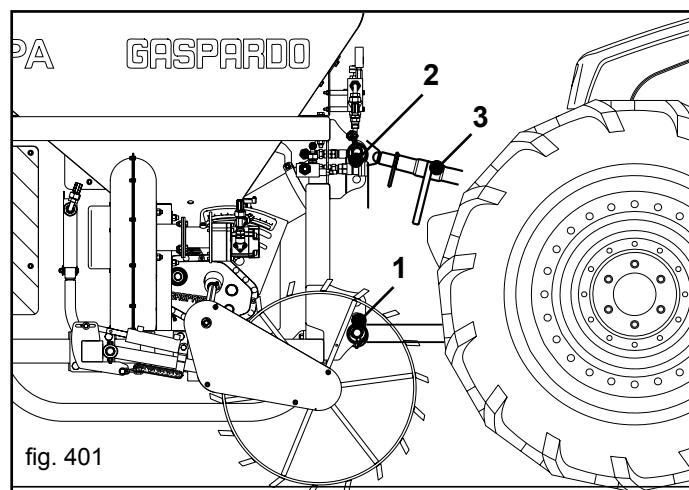
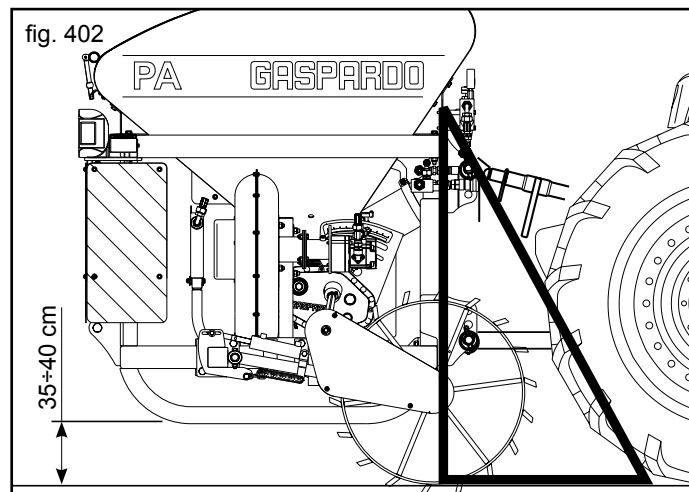

fig. 401
fig. 402
- 1) Fäst lyftdonets stänger på de därför avsedda stiften (1, Fig. 401). Lås med saxsprintar.
- 2) Anslut den tredje övre punkten (2, Fig. 401). Stiften ska låsas med den speciella låssprinten. Med hjälp av reglerstäng (3, Fig. 401) ser du till att utrustningen står vinkelrätt till marken (Fig. 402).
- 5) Lyft den främre utrustningen och ta bort stödfötterna. För att garantera transmissionshulets rotation ska du reglera utrustningens höjd från marken i arbetsläge (35÷40 cm Fig. 402). **Detta avstånd måste hållas konstant under arbetet.**